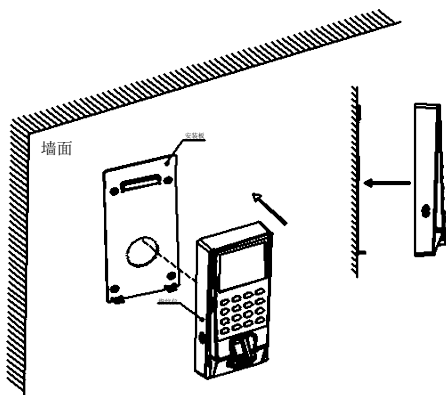
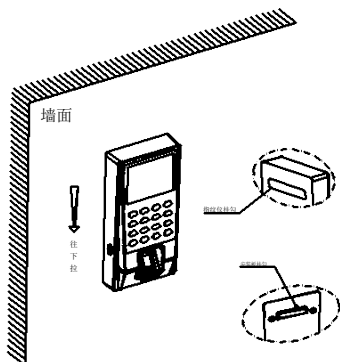

图 5-1
图 5-2
1、把连接好的数据线和电源线等整理好后并放入 86\*86 电工接线盒内, 将指纹仪往安装板上靠, 如图 5-1 所示 2、将指纹仪挂勾和安装板挂勾对准, 并往下拉指纹仪, 直至挂住为止, 然后可以将手移开, 如图 5-2 所示